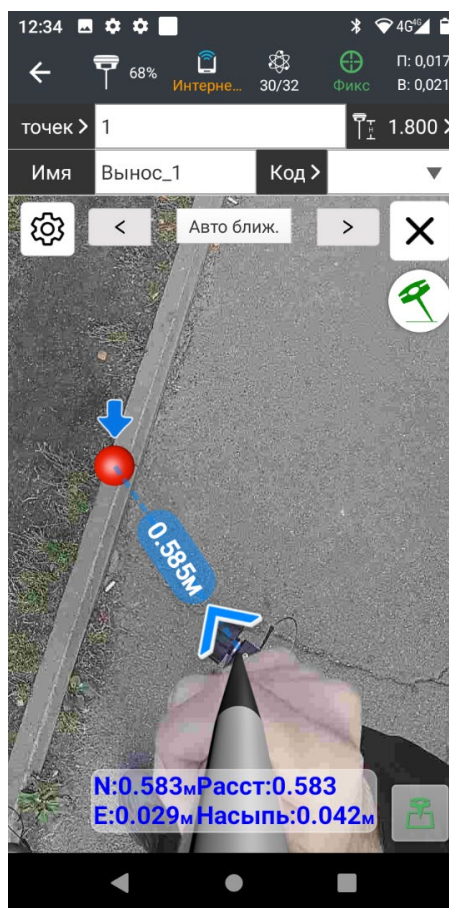

Рис. 2.68
4. По мере приближения к проектной точке активируется **нижняя камера** приемника, на которой будет видно точку выноса и виртуальное наложение модели остря вехи (Рис. 2.68).